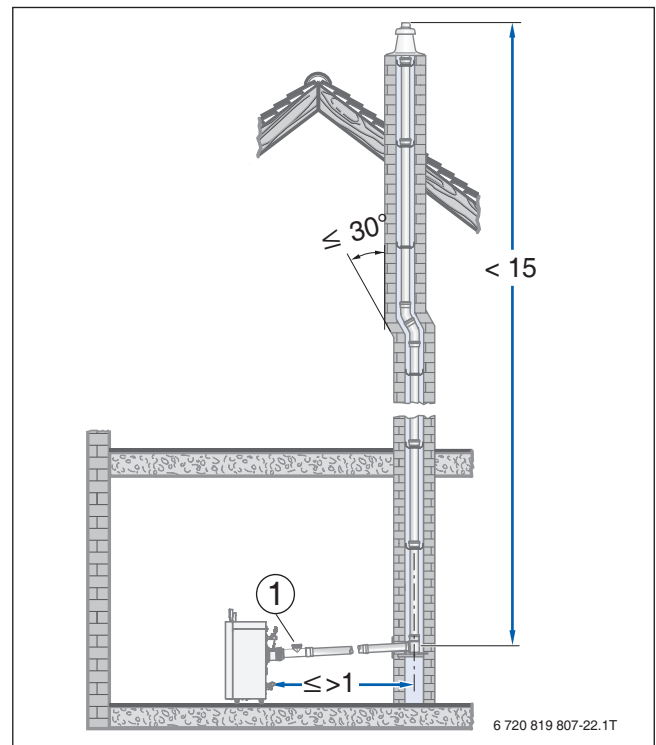
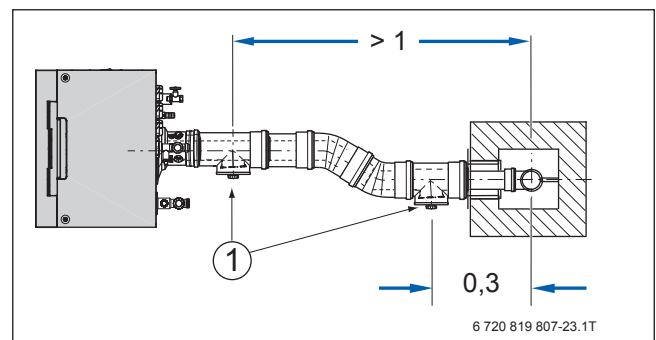
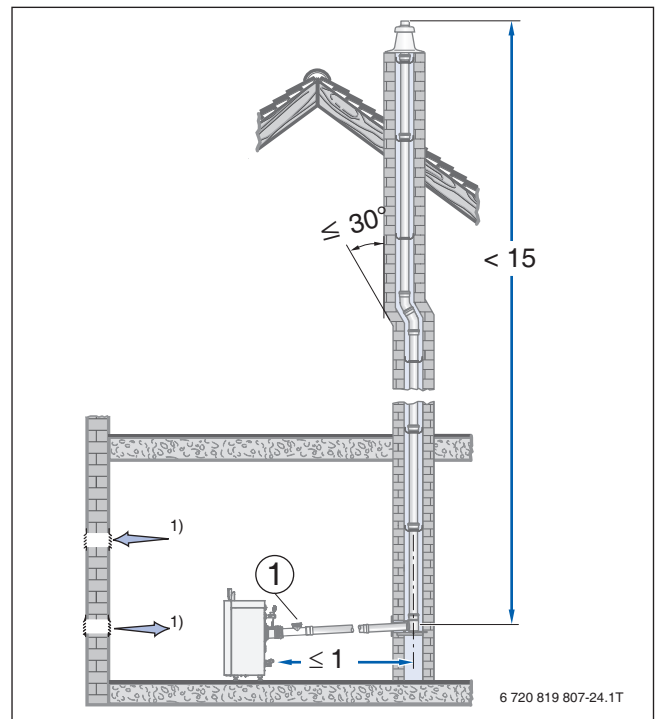

Bild 89 Beispiel: Anordnung der Prüföffnung ohne Umlenkung im Aufstellraum (Maße in m)
Bild 90 Beispiel: Anordnung der Prüföffnungen mit Umlenkung im Aufstellraum (Maße in m)
Bild 91 Beispiel zur Anordnung der Prüföffnung bei einer waagerechten Abgasleitung ohne Umlenkung im Aufstellraum (Maße in m)
Gemäß DIN 18160-1 und DIN 18160-5 müssen Abgasanlagen für den raumluftabhängigen und raumluftunabhängigen Betrieb leicht und sicher zu überprüfen und gegebenenfalls zu reinigen sein. Hierzu sind Prüföffnungen einzuplanen (→ Bild 89 und Bild 90).
- an der Stirnseite im geraden, waagerechten Abschnitt der Abgasleitung höchstens 1 m von der Umlenkung in den senkrechten Abschnitt entfernt, wenn sich dazwischen keine Umlenkung befindet (→ Bild 89)
- seitlich im waagerechten Abschnitt der Abgasleitung höchstens 30 cm von der Umlenkung in den senkrechten Abschnitt entfernt (→ Bild 90).
- die untere Prüföffnung nach DIN 18160-1 und 18160-5 ausgeführt ist (→ Bild 89 und Bild 90).
- die untere Prüföffnung bei DN 160 und DN 200 entsprechend Bild 91 angeordnet ist
- die untere Prüföffnung nach DIN 18160-1 und 18160-5 ausgeführt ist (→ Bild 90 und Bild 91).